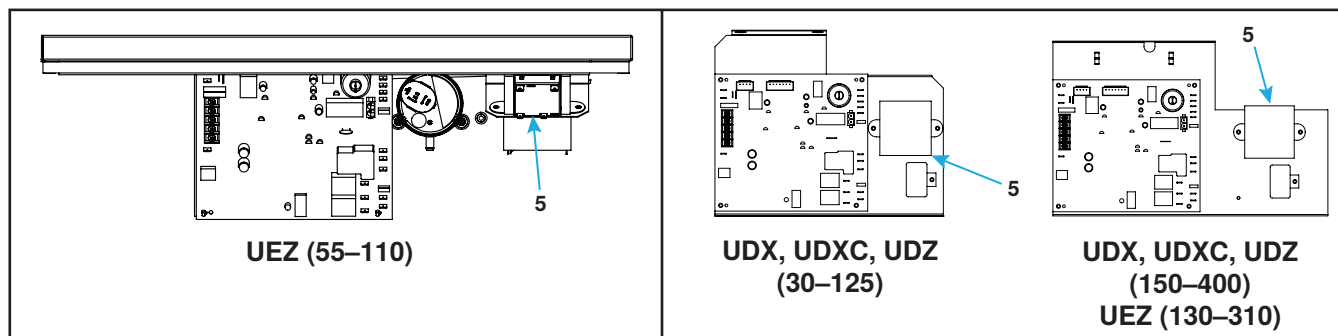

Figure 2. Emplacement du transformateur—modèles UDX, UDXC, UDZ et UEZ (reportez-vous au Tableau 2)
- (1) Retirez le panneau d'accès au compartiment de commande et localisez le transformateur existant (voir Figure 2) monté sur la carte de commande au bas du compartiment de commande pour les unités de taille 130–310 UEZ et tous les modèles UDX, UDXC et UDZ.
- (2) Marquer et débrancher les fils du transformateur.
- (3) Retirez les vis qui fixent le transformateur existant et enlevez le transformateur.
- (4) Installez le transformateur de remplacement (5) avec le faisceau de câbles (6) et fixez-le à l'aide des vis existantes.
- (5) Rebranchez les fils du transformateur selon le schéma de câblage fourni avec l'unité.
- (6) Installer le panneau d'accès au compartiment de commande.